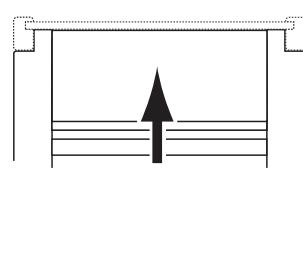

**FIG. 3.3**
- Fixer la tablette (C) aux montants avec les écrous de came orientés vers le sol. (Fig. 3.3)